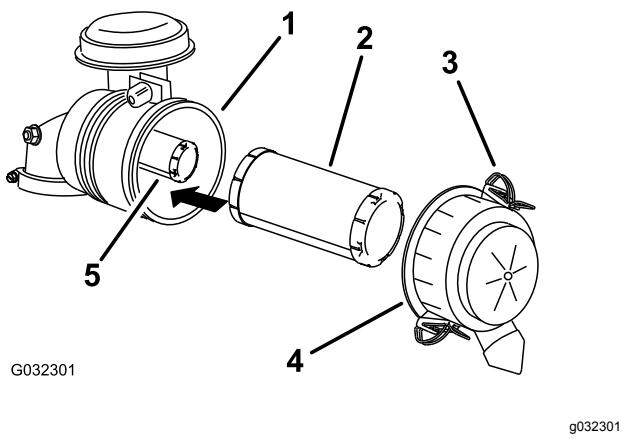

Figure 44
3. Ouvrez les dispositifs de verrouillage du filtre à air et détachez le couvercle du boîtier du filtre (Figure 44).
5. Sortez le préfiltre du boîtier du filtre avec précaution (Figure 44).
2. Si vous remplacez l'élément de sécurité, glissez-le avec précaution dans le boîtier du filtre (Figure 44).
3. Placez ensuite le préfiltre sur l'élément de sécurité avec le même soin (Figure 44).
4. Reposez le couvercle du filtre à air, le côté portant l'inscription **UP** en haut, et fermez les dispositifs de verrouillage (Figure 44).